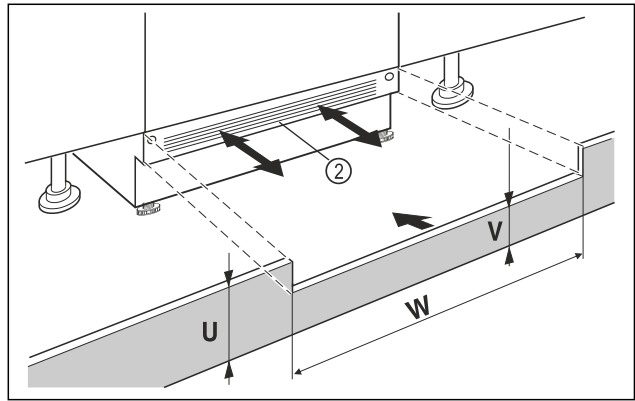

Fig. 39 Beispielhafte Darstellung
- ▶ Gerätesockelblende Fig. 39 (2) aufsetzen aber noch nicht fixieren.
- ▶ Bei sichtbarer Sockelblende Fig. 39 (2), diese so weit nach vorn ziehen, dass Vorderkante Lüftungsgitter und Möbelsockelblende eine Ebene bilden.
- ▶ Bei verdeckter Sockelblende Fig. 39 (2), diese ganz nach hinten schieben.
- ▶ Auf komplett freie Lüftungsschlitze achten: Bei Bedarf Höhe der Möbelsockelblende Fig. 39 (U) zuschneiden!
- ▶ Entlang der Nischenbreite Fig. 39 (W) die Steghöhe Fig. 39 (V) unter der Gerätesockelblende Fig. 39 (2) einpassen.